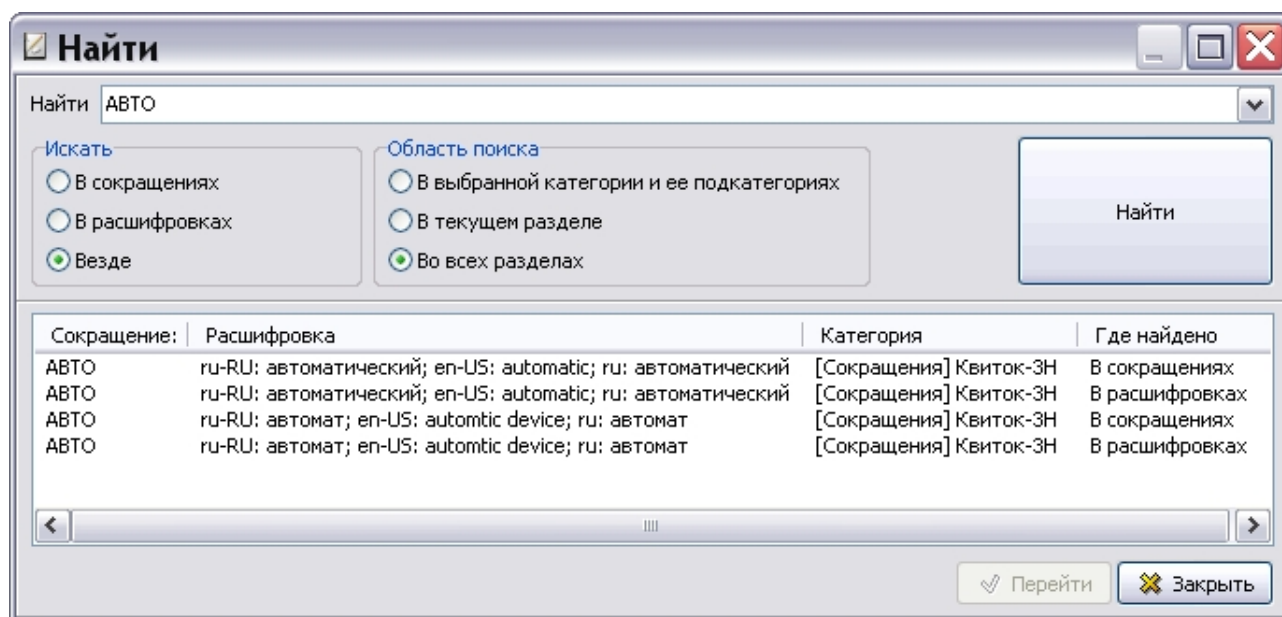

Рис. 7.18
4. Нажмите на кнопку **Найти**. Результаты поиска отобразятся в нижней части окна (Рис. 7.18).
Для перехода к одному из найденных сокращений выделите его среди результатов поиска и нажмите на кнопку **Перейти** (Рис. 7.18). При этом произойдет возврат в окно редактора словарей на соответствующую вкладку, где будут выделены выбранное сокращение и его категория.